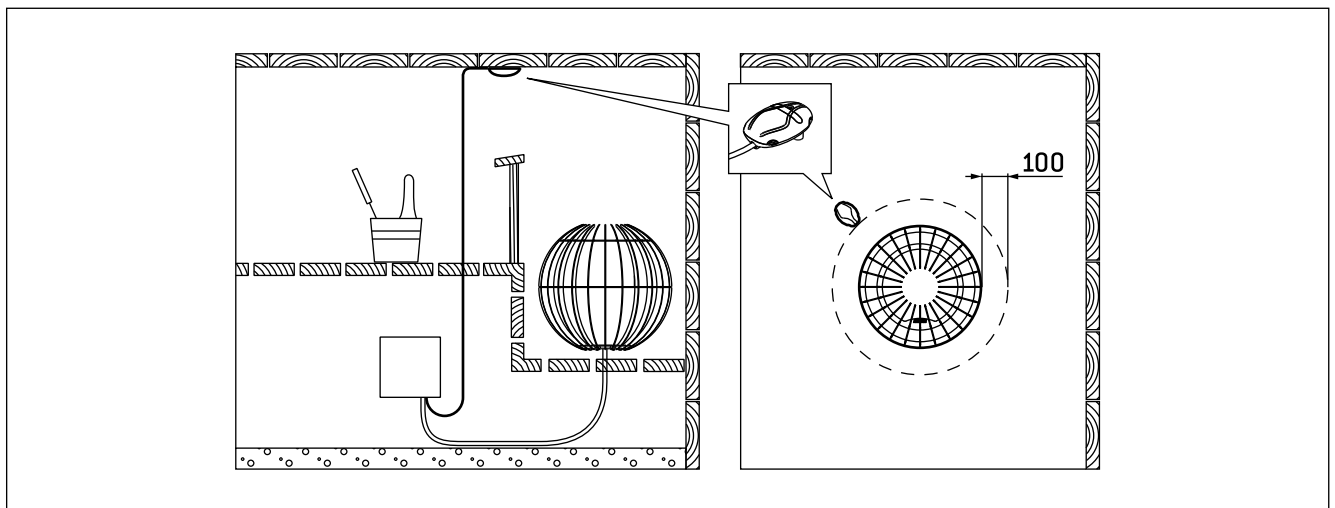

Рисунок 6. Установка температурного датчика (все размеры приведены в миллиметрах)
- **GL:** Установите датчик на стену сауны, как показано на рис. 6. Вставьте кабель датчика в разъем нагревателя по принципу цветового соответствия.
- **GL-E:** Установите датчик (WX248 поставляется вместе с каменкой) на стену сауны, как показано на рис. 6.
**Датчик следует устанавливать в место, указанное в данной инструкции (рис. 6). Если не соблюдается минимальное расстояние, следует переместить вентиляцию.**